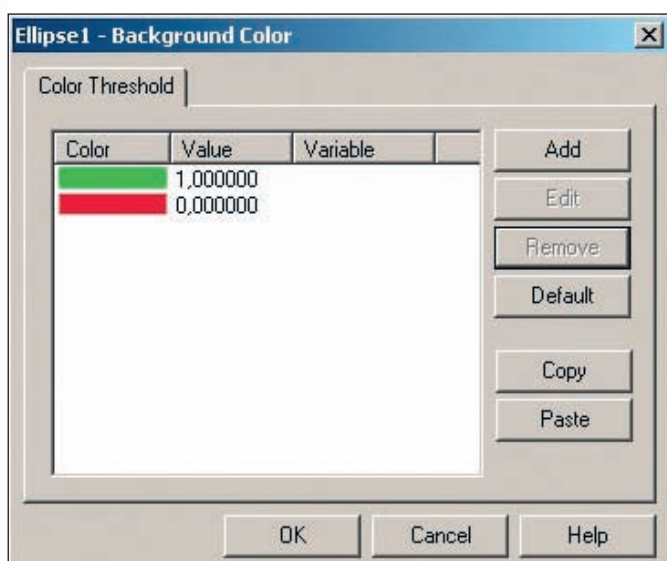

Рис. 7. Назначение цветов для различных значений переменной
**List** вызовите диалоговое окно **Background Color**. Назначьте цвета соответствующим значениям переменной VAR00001 (рис. 7).